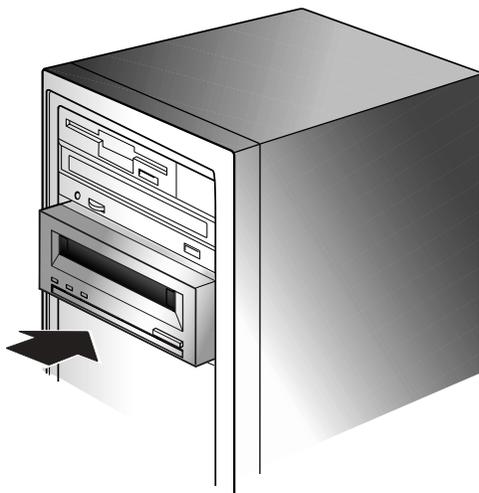
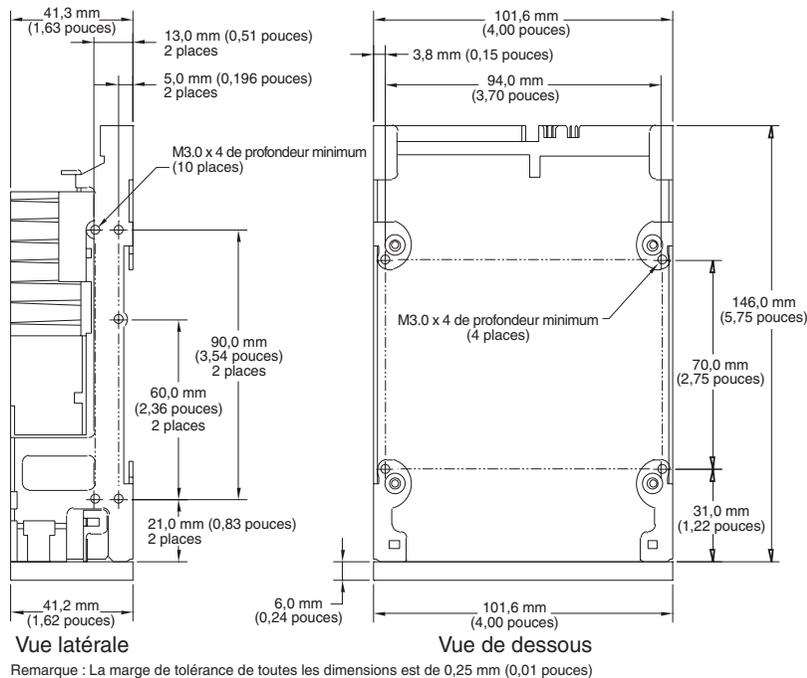

FIGURE 5. Montage d'un lecteur de bande interne
FIGURE 6. Trous de montage du lecteur de bande interne pour une installation dans une baie de 3,5 pouces
4. Fixez le lecteur à la baie de montage avec deux vis métriques M3 de chaque côté du lecteur (consultez la figure 5, page 28). Comme le montre la figure 6, page 29, le lecteur de 3,5 pouces a quatre trous de vis en dessous et cinq de chaque côté.